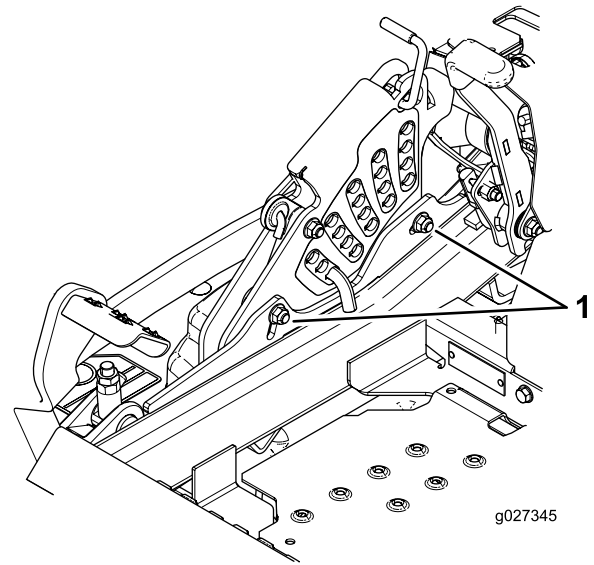

Figura 118
11. Para ajustar el sistema de ajuste de un solo punto, afloje los 2 pernos situados cerca del borde inferior de la pletina de altura de corte (Figura 118).
13. Apriete los 2 pernos en el borde inferior de la pletina de altura de corte (Figura 118).